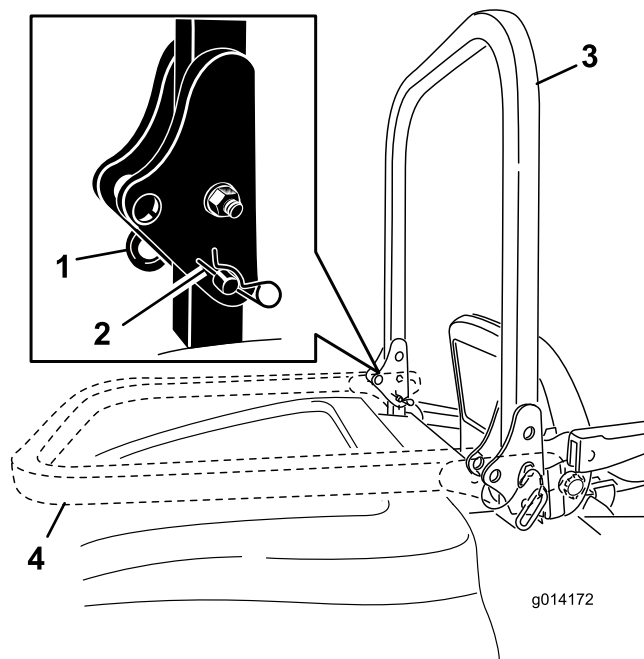

Figura 10
- Para bajar la barra anti-vuelco, retire los pasadores de horquilla, empuje la barra hacia adelante contra los muelles, y retire los dos pasadores (Figura 10).
- Coloque la barra antivuelco en la posición de bajada (Figura 10).
- Instale los dos pasadores y fíjelos con los pasadores de horquilla (Figura 10).
- Para elevar la barra anti-vuelco, retire los pasadores de horquilla y retire los dos pasadores (Figura 10).
5. Eleve la barra anti-vuelco a la posición vertical, instale los dos pasadores y fíjelos con los pasadores de horquilla (Figura 10).